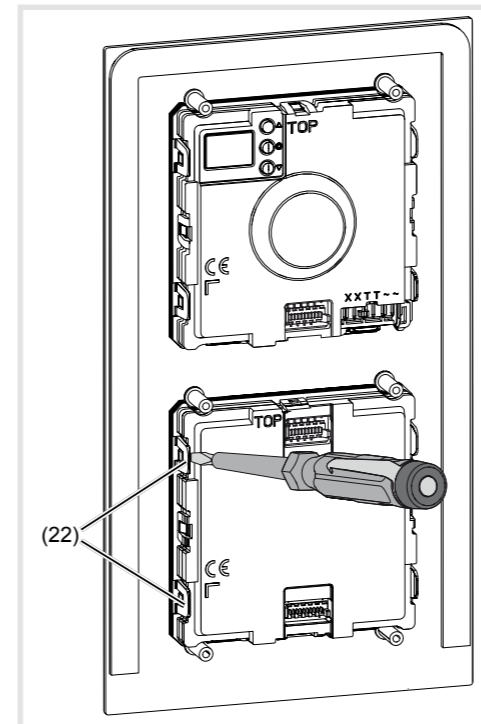

Bild 17: Modul entriegeln
(20) Schrauben
(21) Modul-Halterung
- Zur Modul Entnahme die seitlichen Haltelaschen (22) der Modul-Halterung durch vorsichtiges Hebeln mit einem Schraubendreher entriegeln (Bild 17).